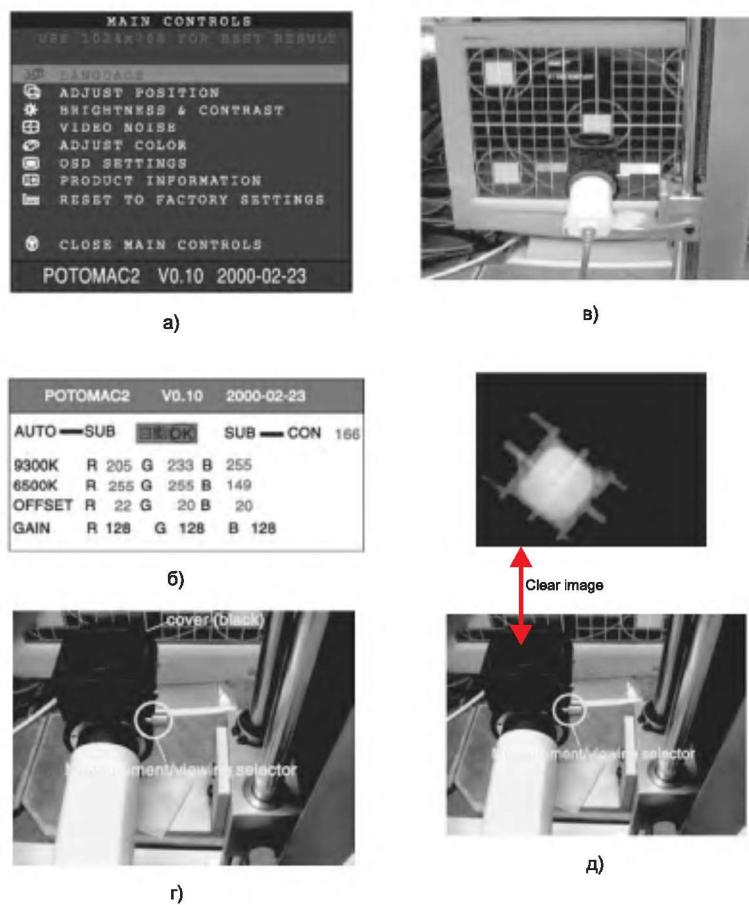

Рис. 6.14
Для перевода монитора в режим заводских регулировок вначале его выключают кнопкой ON/OFF (компьютер, которому он подключен, не выключают), затем одновременно нажимают кнопки OK, AUTO и ON/OFF на передней панели. После включения монитора включился, нажимают кнопку OK для отображения меню заводских регулировок (рис. 6.14а). Кнопкой ▼ на передней панели выбирают строку «POTOMAC2 V0.10 2000-02-23» и нажимают кнопку OK. На экране должно появиться меню согласно рис. 6.14б.
1. Подают на вход монитора тестовый сигнал (рис. 6.14в), включают монитор и устанавливают режим работы  $1024 \times 768$ , частота кадров 60 Гц, строк — 48,363 кГц.
2. Устанавливают датчик цветового анализатора СА-А30 в соответствие с инструкцией к прибору (рис. рис. 6.14г), снимают с него защитную крышку и переключают прибор в режим измерений.
7. Перемещают линзу регулировки бочкообразных искажений вперед и назад до получения контрастного изображения (рис. рис. 6.14д) и переключают датчик анализатора в режим «Изменение».
8. Подают на вход монитора сигнал белого поля и, когда выбрана строка «POTOMAC2 V0.10 2000-02-23», нажимают кнопку OK (рис. рис. 6.14а).
9. Выбирают строку 9300K RGB (рис. рис. 6.14б) и регулируют значения R, G и B, добиваясь показаний анализатора: